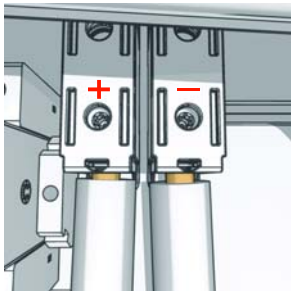

Abbildung 2.25 Anschluss an PV-Eingang
2. Die PV-Kabel vom Gerneratoranschlusskasten an den Wechselrichter anschließen. Die richtige Polarität sicherstellen, siehe *Abbildung 2.25*.